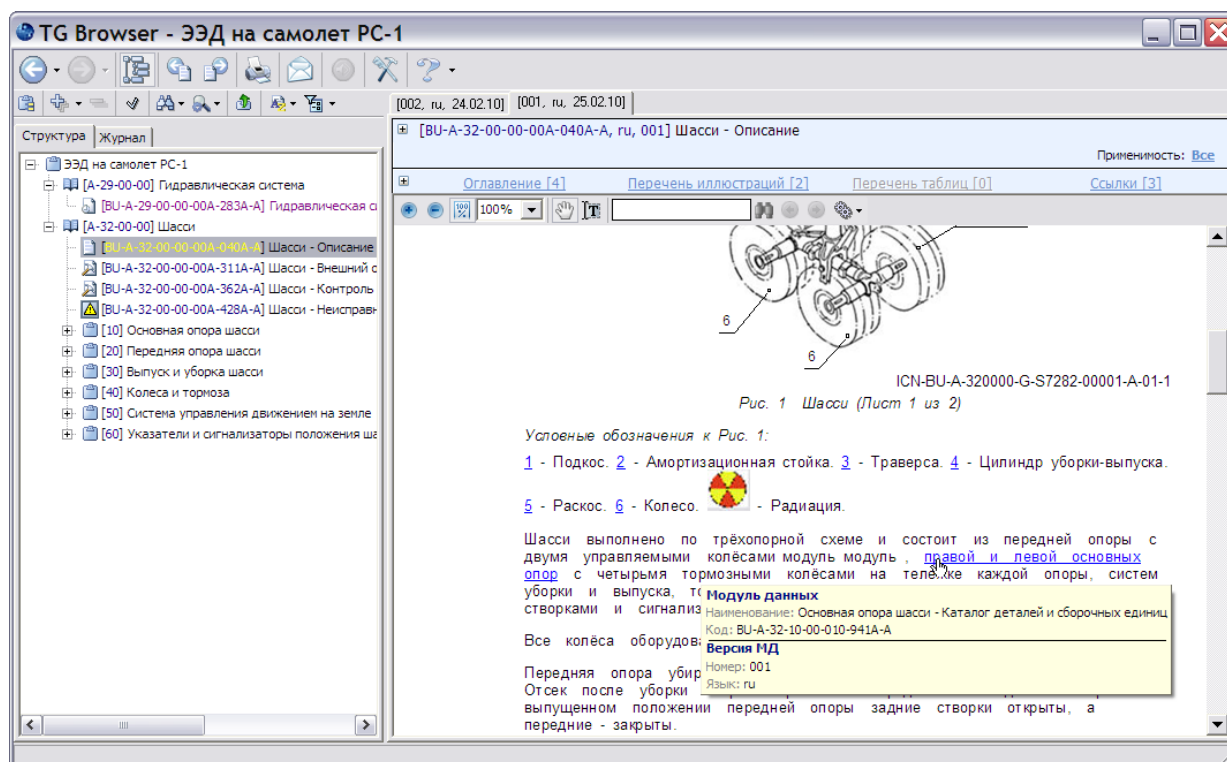

Рис. 5.230
7. Подведите курсор к внешней ссылке в документе так, чтобы он принял вид пальца руки. На экране появится всплывающая подсказка, содержащая информацию о модуле данных, на который установлена ссылка, и его версии (Рис. 5.230). Нажмите на ссылку левой кнопкой мыши. При этом в окне просмотра появится содержимое модуля данных, указанного в ссылке.